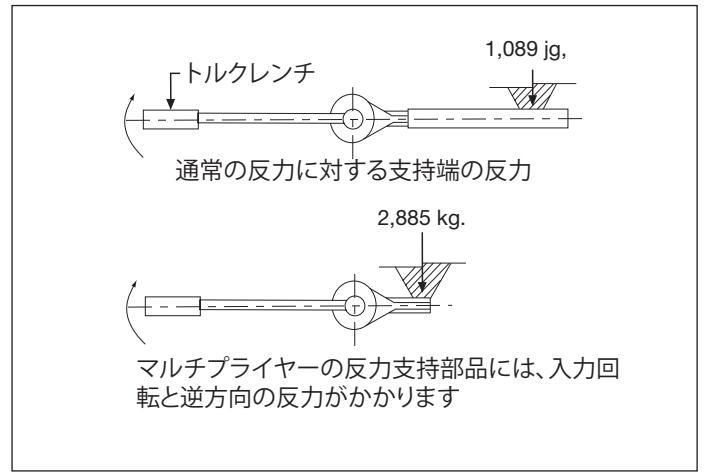

図5 - マルチプライヤーに近いほど反力は大きい
5. トルクレンチを使用して締め付ける操作:適切な必要入力トルクは、ツール上のトルクデータプレートを参照するか、セクション4.0の仕様表を参照して決定してください。出力トルクの精度が必要な場合は、トルクマルチプライヤーと高精度のトルクレンチを連結する必要があります。目的の入力トルクが得られるまで、トルクレンチにトルクを付加します(図5)。